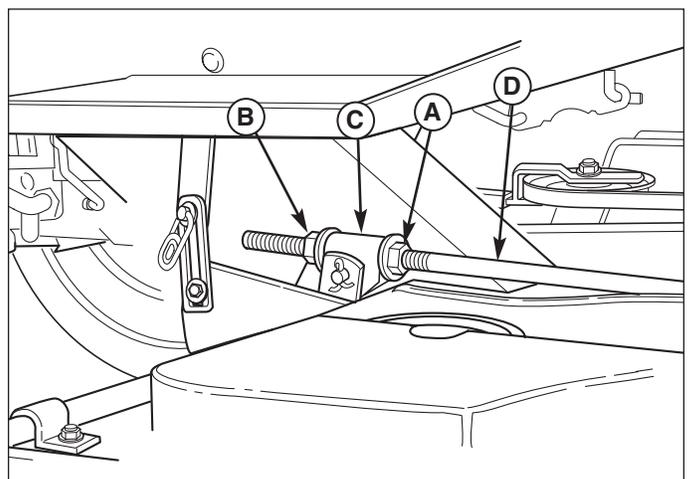

Figure 36. Mise à niveau avant-arrière de la tondeuse
8. Voir la Figure 36. Pour lever l'avant de la plate-forme de tondeuse, desserrer l'écrou avant (A) et tourner l'écrou arrière (B) contre le support (C).
9. Pour abaisser l'avant de la plate-forme de tondeuse, desserrer l'écrou arrière (B) et le support (C) se déplacera vers l'arrière pour allonger la tringle.
10. Revérifier la distance avant de serrer l'écrou avant (A) contre le support.